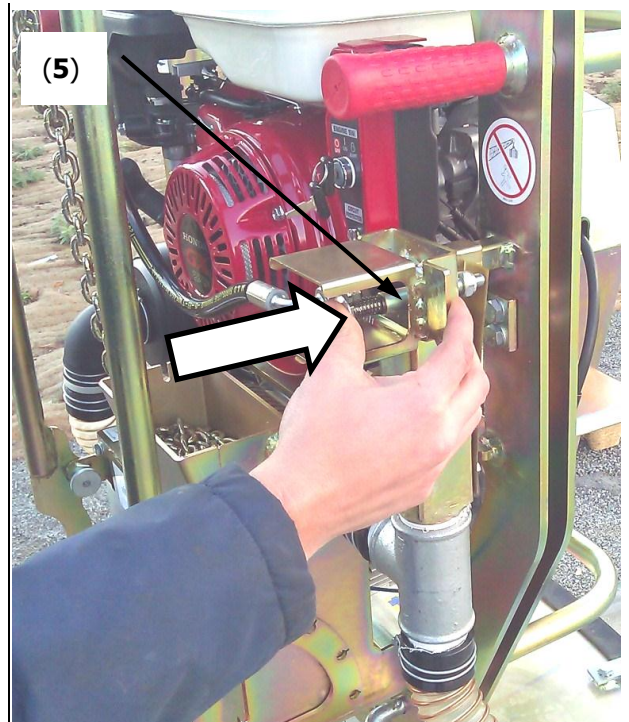

Abb. 6
- Zum Ablösen der Last (Steinplatte), Entriegelungsknopf (5) betätigen. (→ Abb. 6).